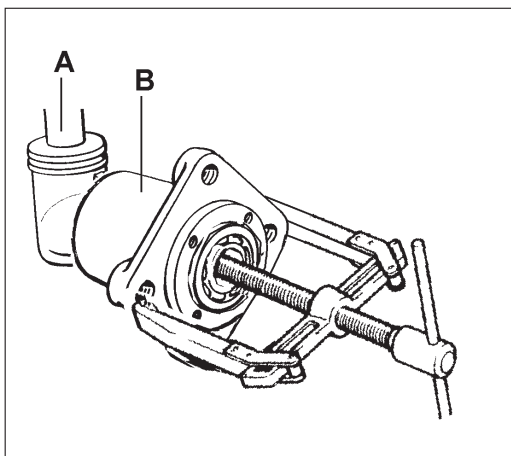

Fig. 12 - Démontage du moyeu avec un extracteur
- A l'aide d'un extracteur universel retirer le moyeu complet du pivot **B** (Fig. 12).